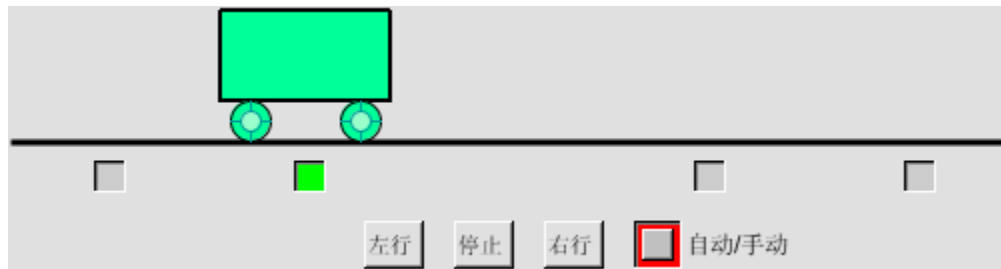

图 1
STEP 7 的项目文件 Dolly 包括手动程序 FC1、图 1 所示的顺序功能图对应的自动程序 FC2，和用经验法设计的使用两个限位开关的小车自动往返程序 FC3。FC2 的算法流程图见图 1。
用 PLC 的输出点 Q4.0 和 Q4.1 来控制小车的左行和右行。图 1 中的 4 个限位开关用来切换小车运动的方向，或者使小车暂停一定时间后继续运行。小车开始时停在最左边，左限位开关为 1 状态。